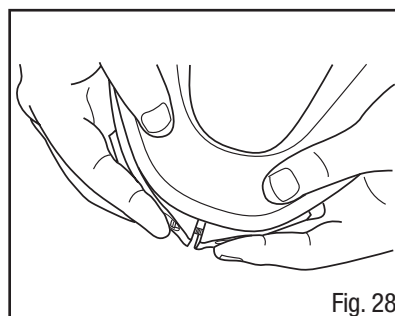

Fig. 28
- Positionner la nouvelle monture, en alignant les repères supérieurs et inférieurs. Installer et bien serrer les vis. S'assurer que les repères situés sur tous les composants sont adéquatement alignés (Fig. 28).
8. Placer une lentille et un joint facial neufs en alignant les repères supérieurs et inférieurs. Positionner la monture, en alignant les repères supérieurs et inférieurs. Installer et bien serrer les vis. S'assurer que les repères situés sur tous les composants sont adéquatement alignés (Fig. 28).